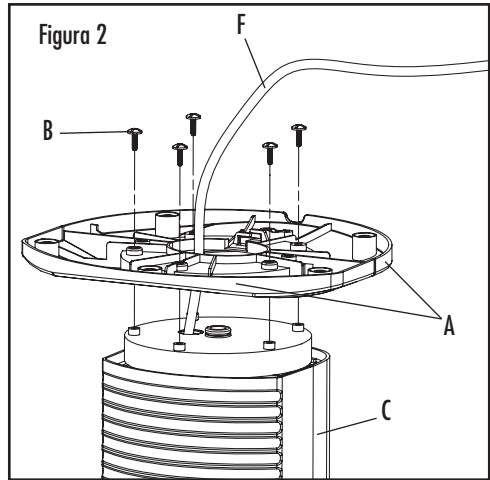

Figura 2
2. Ensamble las mitades de la base alrededor del cable de alimentación, deslizando los postes de una de las mitades dentro de las ranuras de la otra mitad de la base. Consulte la Figura 2.